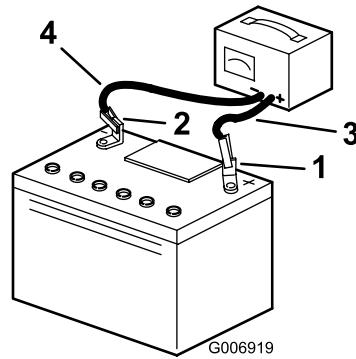

Figure 28
5. Débranchez les câbles du chargeur des bornes de la batterie (Figure 28).